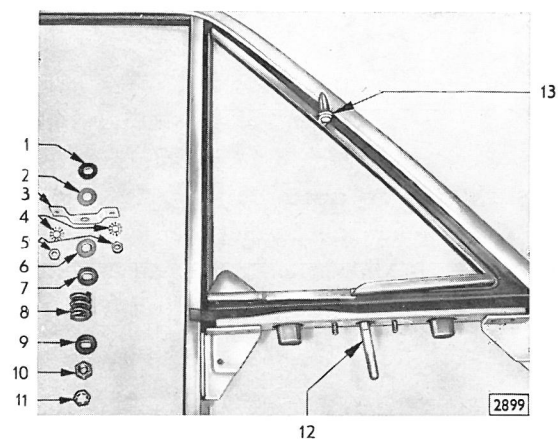

Bild 53 - Anordnung der Befestigungsteile für das Vordertür-Drehfenster im Fensterrahmen
3. Befestigungsteile für Drehfenster gemäß Anordnung in Bild 53 einbauen. Hierbei beachten, daß die Palmutter (53/11) erst dann aufgeschraubt wird, wenn die Bremswirkung für das Drehfenster mit der Mutter (53/10) bereits eingestellt wurde. Eine Palmutter, die bereits festgezogen wurde, darf nicht wieder verwendet werden, sondern muß durch eine neue Palmutter ersetzt werden; sonst keine ausreichende Sicherungswirkung für die Sechskantmutter (50/2).